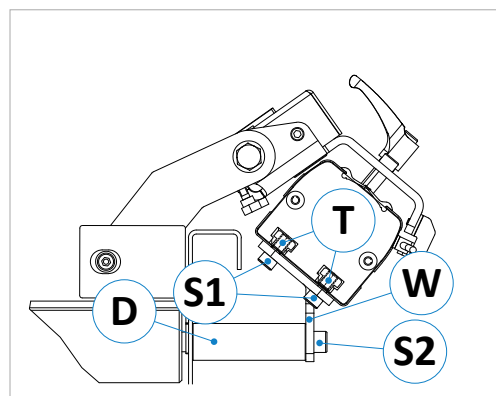

Figure 5 : vue latérale de l'unité montée
3. Fixez l'équerre (**W**) avec la vis (**S2**) dans le trou de rouleau correspondant (⇒ Figure 5).